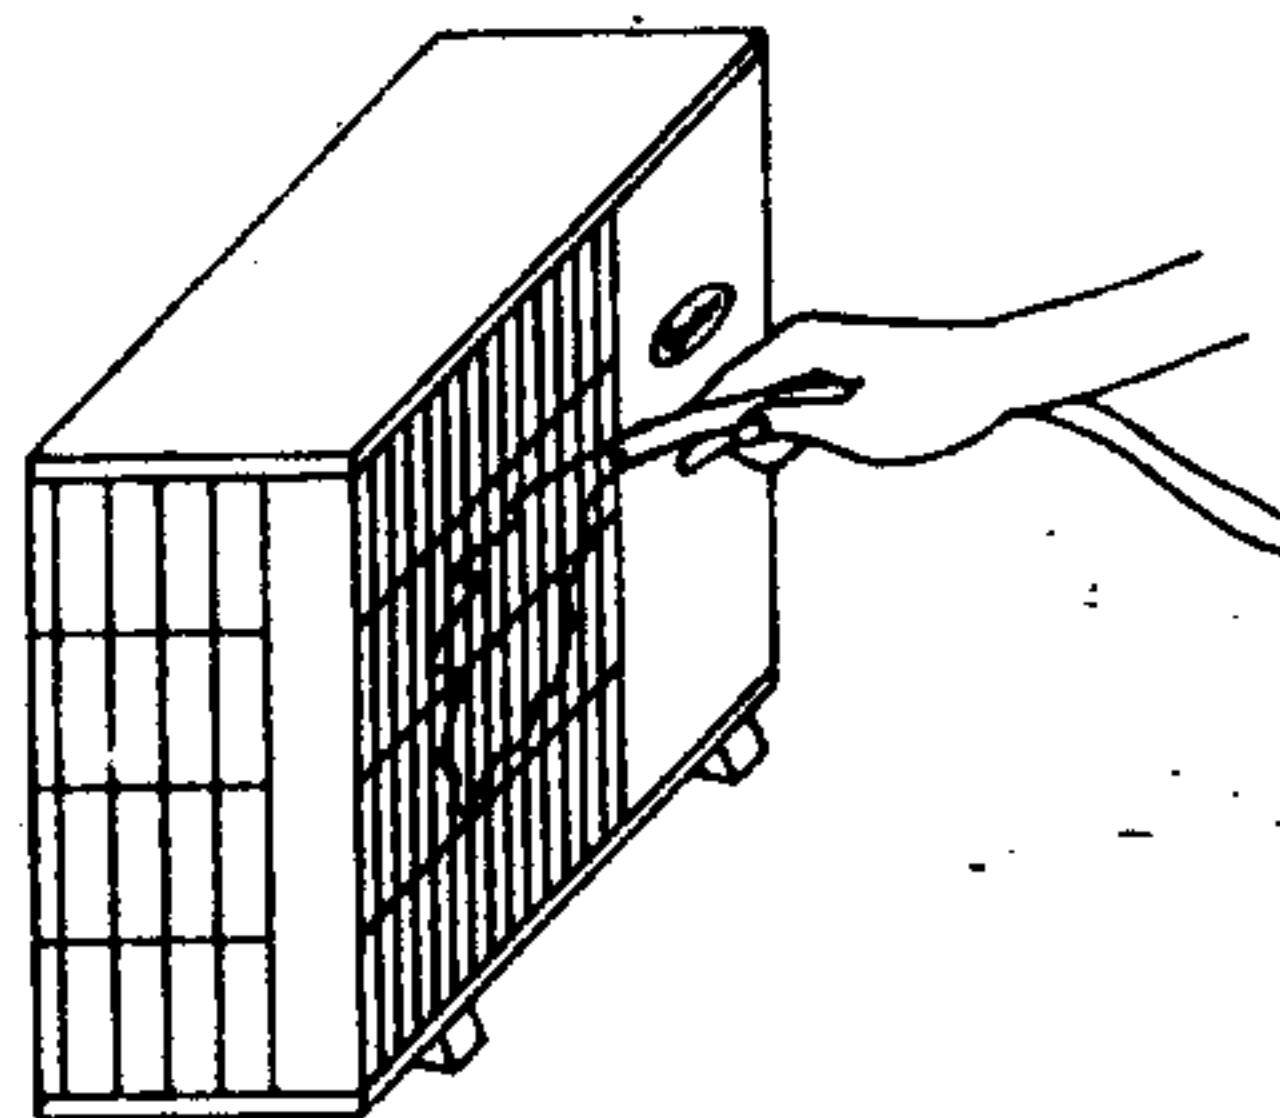

Рис. 14. Очистка теплообменника водой
2. Используя водяной шланг или другое подходящее оборудование, промойте теплообменник с внутренней стороны для удаления грязи (смотри рис. 14). Убедитесь в отсутствии грязи в дренажных отверстиях в основании блока. Электродвигатели вентиляторов имеют водозащищенное исполнение.